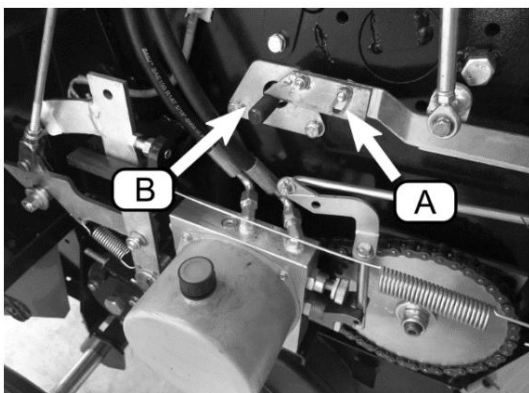

Figura 30 Partea dreaptă a preseii
- a. Cuțitul de dozare (Figura 30, A) se deplasează de-a lungul filetelor tijei de dozare (B) ca are loc procesul de ambalare. Cu cât stă mai mult pe tijă, cu atât plasa se va desfășura și se va înfășura în jurul balotului. Tija poate fi răsucită și extinsă spre exterior din mașină pentru a obține o perioadă mai lungă de dozare și, astfel, mai multe înfășurări pe balot. Este adevărat și contrariul.